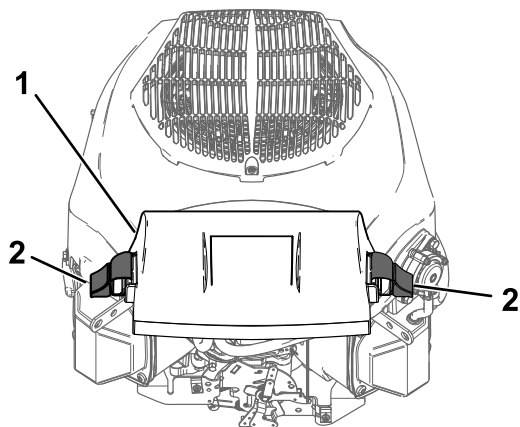

Figura 43
3. Instale a cobertura e prenda-a com os grampos de retenção (Figura 43).